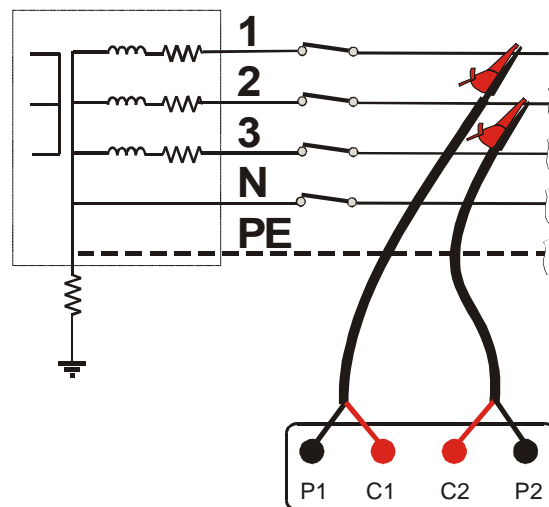

Fig.3: Conexión del instrumento para la Medida de la impedancia Fase-Fase
2. Conecte los cocodrilos a la red eléctrica en examen (ver Fig. 3)
3. Inserte las puntas de prueba cable negro-rojo de los cables C7000 en los respectivos terminales de entrada del instrumento **siguiendo la secuencia de conexión P1, P2, C2, C1** (ver conexiones en fig. 3).